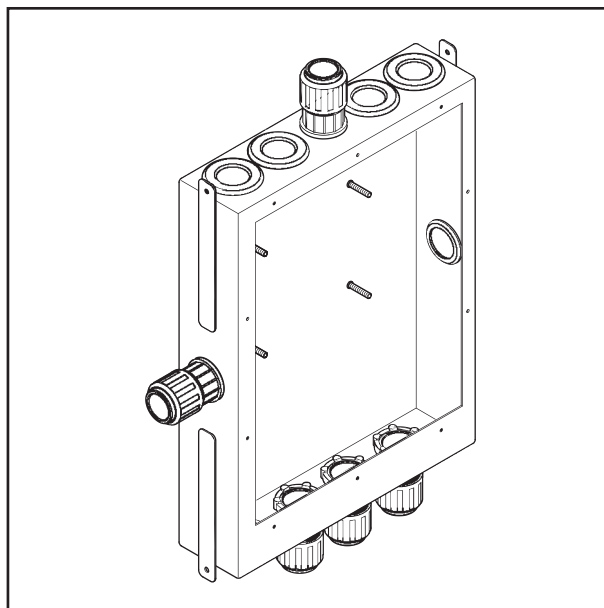

Fig. 5: Förutsättningar för montering
3. Joramark 30231 inbyggnadslåda är öppen (fig. 5).